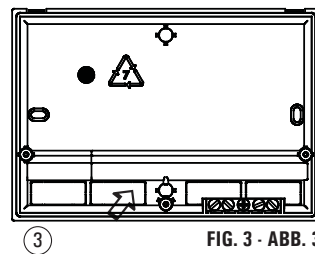

FIG. 3 - ABB. 3
3. Rimuovere, con l'aiuto di un cacciavite, i tasselli della base occorrenti per far passare i cavi (FIG. 3)
Remove with the help of a tool the plastic from the openings provided for the cables pass-through (FIG. 3)
Mittels eines Schraubenziehers nehmen Sie die Dübel zum Kabeldurchlaufen weg (ABB. 3)